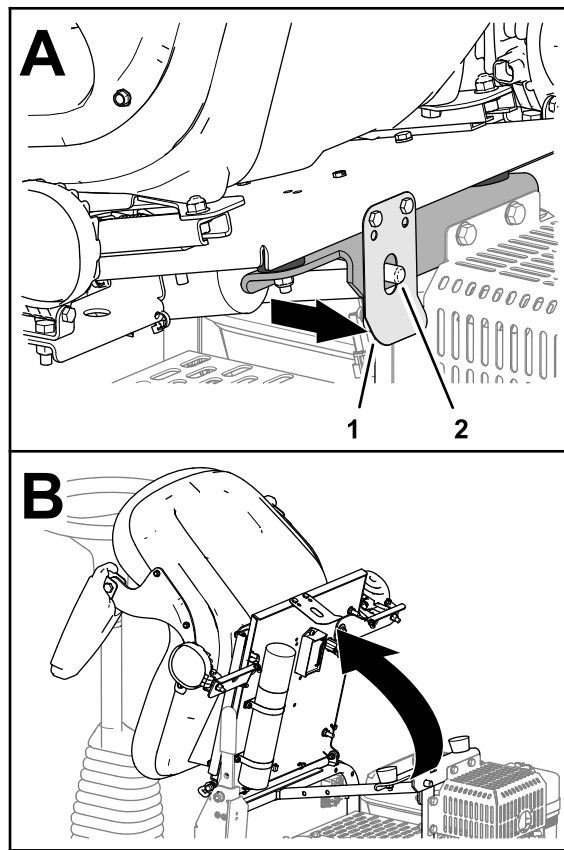

図 23
1. 座席ラッチを引いて、座席ラッチピンから外れるようにする **図 23**。
2. 運転席を前に倒す **図 23**。